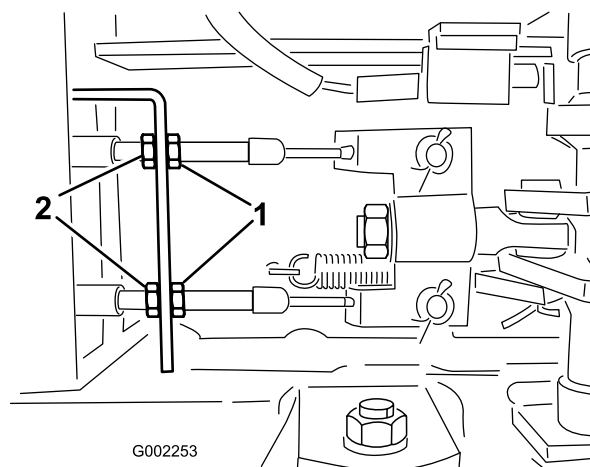

Figure 56
5. Desserrez les écrous avant sur les câbles de frein, sous l'extrémité avant du pulvérisateur (Figure 56).
6. Serrez les écrous arrière uniformément jusqu'à ce que la pédale s'enfonce de 1 à 2 cm avant que vous sentiez une résistance (Figure 56).